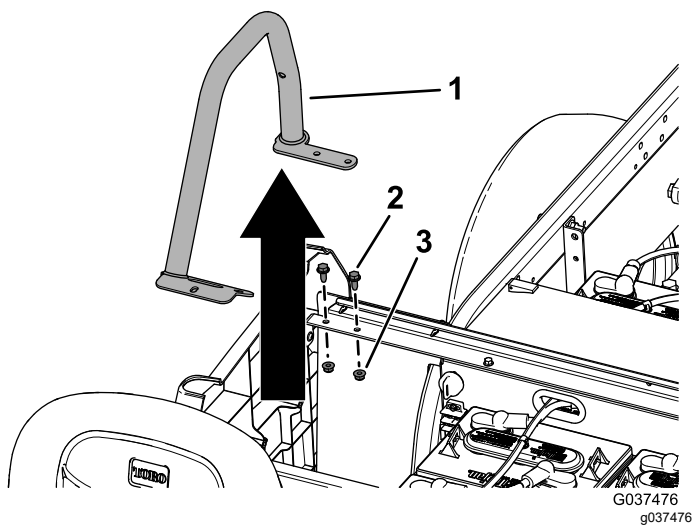

图 6
2. 从每个扶手上拧下 2 个螺丝 5/16 x 3/4 英寸和 2 个凸缘螺母 5/16 英寸然后卸下后扶手 图 6。